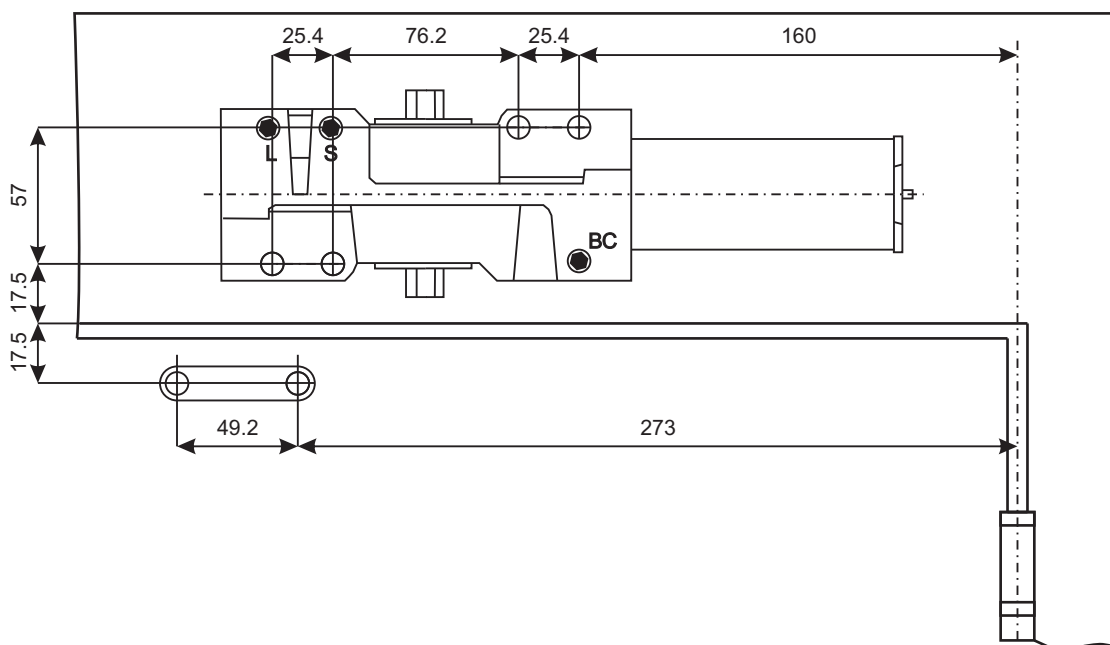

Рисунок 4
1. Используя рисунок 4 наметьте и просверлите крепежные отверстия для тела доводчика и кронштейна рычага.
4. Отрегулируйте винтом «CLOSING» (рисунок 4) скорость закрытия.
5. Отрегулируйте винтом «LATCH» (рисунок 4) скорость доводки в диапазоне  $18^{\circ} - 0^{\circ}$  (см. раздел регулировки).
6. Данная модель доводчика оснащена винтом регулировки BACK CHECK (ветровой тормоз), который ограничивает резкое распахивание или захлопывание двери на отрезке от  $70^{\circ}$  до  $180^{\circ}$  (зависит от регулировки). При необходимости отрегулируйте степень амортизации, используя винт "BC" (рисунок 4).